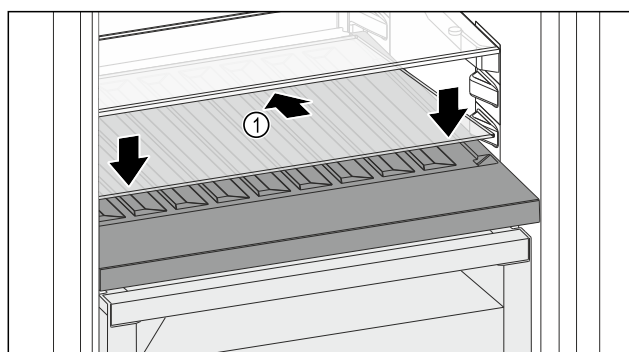

Fig. 228
- Вставьте стеклянную пластину Fig. 228 (1) наискосок и с уклоном назад вниз.
- Опустите стеклянную пластину Fig. 228 (1) спереди.